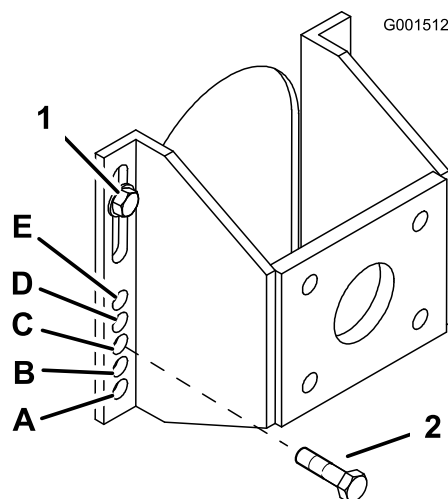

Рисунок 16
- Ослабьте, но не выворачивайте полностью 2 верхних болта оси (Рисунок 16).
- Выверните 2 нижних болта оси (Рисунок 16).
- Поднимите или опустите монтажный кронштейн так, чтобы можно было установить 2 регулировочных болта оси в нужные отверстия (Рисунок 16). Для совмещения отверстий можно использовать конический пробойник.